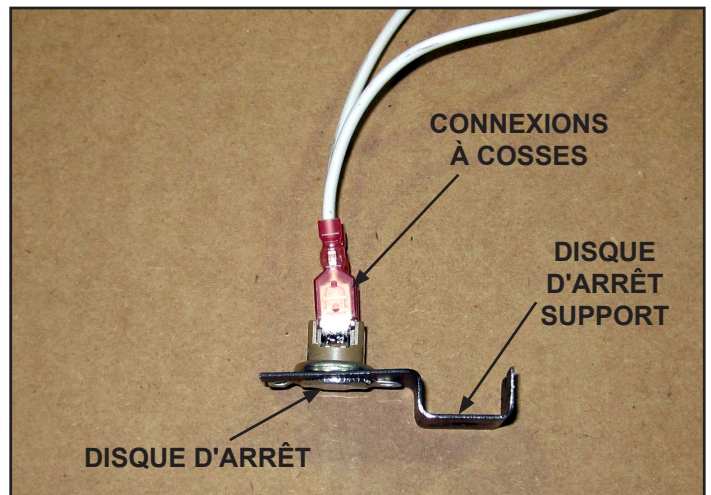

Figure 8.6 Installer le disque d'arrêt
4. Installez le disque d'arrêt. Son support se trouve dans le sachet de composants du poêle. Recourbez les deux cosses du disque d'arrêt de l'horizontale à la verticale. Insérez le disque d'arrêt dans l'orifice de son support et connectez les deux fils blancs du faisceau de câbles au disque d'arrêt. Voir la figure 8.6.